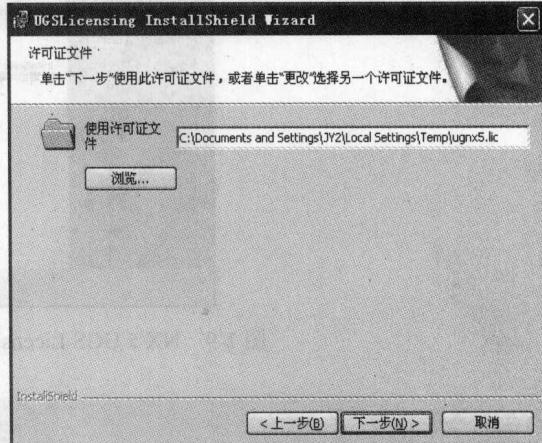

图 1-6 许可证文件界面
(8) 单击 **[下一步(N)>]** 按钮进入许可证文件界面，如图 1-6 所示。